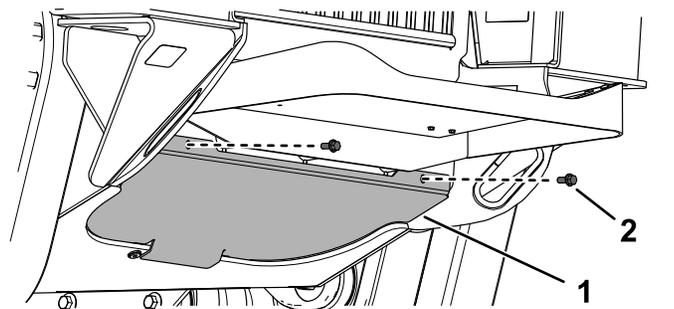

Figura 37
1. Retire los 2 pernos que sujetan la placa inferior (Figura 37).